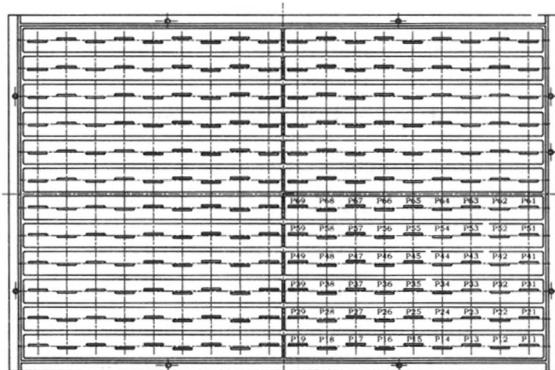

图1 裂缝辐射板
(1) 第1层为平板类零件,从图1大致可以看出
(4) 机械部分结构较简单,维护方便,且若零件出现磨损或损坏,只需更换相关零件即可继续进行作业。
(5) 由于结构简单,机械部分重量较轻,便于手提式作业,操作灵活。
(6) 衬套压装工序采用新压装方式后,平均每个零件作业时间从原来9 min压缩到3 min,约缩短67%,大大提高了生产效率。
(7) 此外,该工装升级空间大,只需更改成本低廉的机械部分即可另作他用。